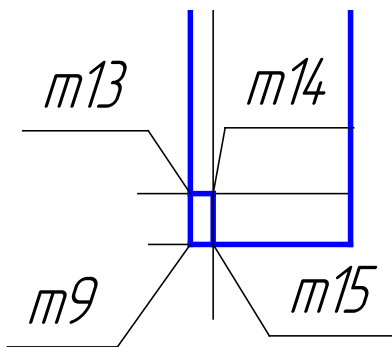

Рис. 127
5.3. Аналогічно з'єднати точки *m13*, *m14*, *m15*. Нажати кнопку *Прервать команду*  *Панели свойств*. На рис. 127 наведено результат побудови.